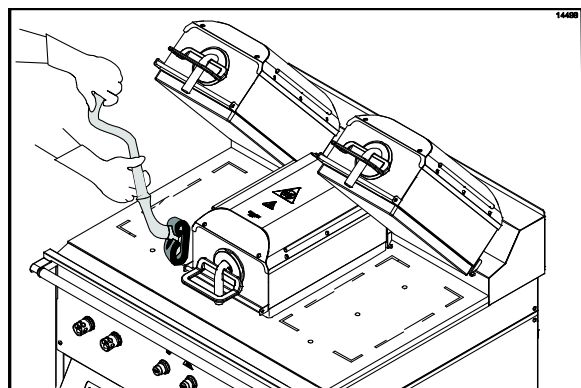

Figura 60
29. Aplique a solução para limpeza de grill nos dois lados do platen do meio. (Veja a Figura 60.)